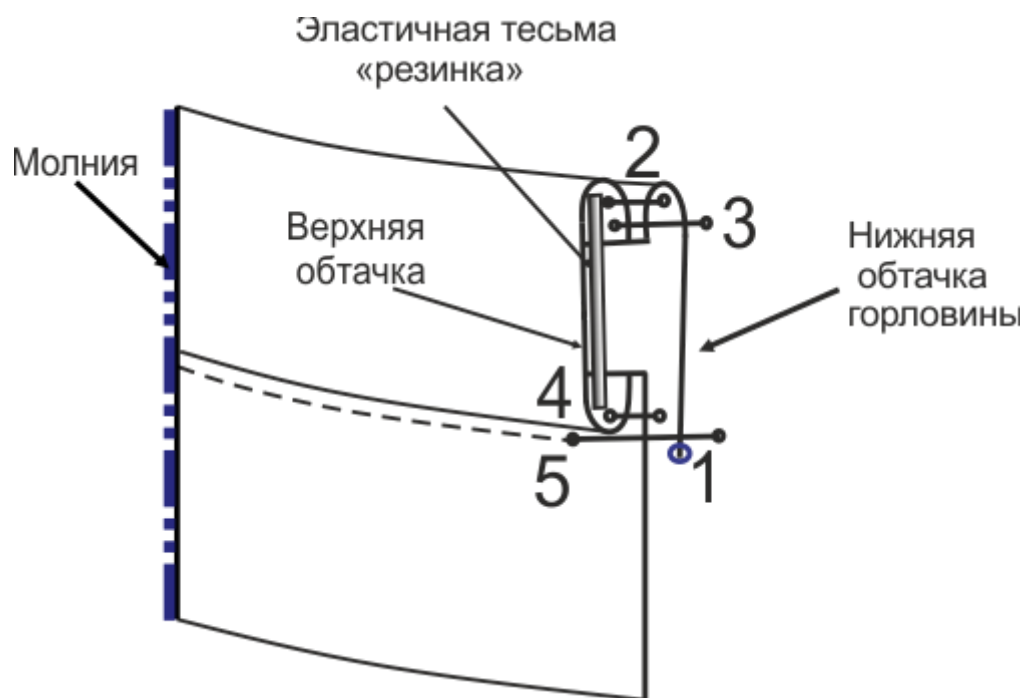

Рис. 1. Обработка среза горловины
11. Обработайте срез горловины обтачкой. Обметайте нижний срез нижней обтачки горловины. Обтачайте верхний срез верхней обтачки горловины нижней по верхнему срезу (рис. 1, строчка 2). Настрочите припуски шва обтачивания на нижнюю обтачку (рис. 1, строчка 3). Заутюжьте нижнюю обтачку горловины на изнаночную сторону, формируя кант из верхней обтачки. Приметайте, а затем притачайте верхнюю обтачку горловины к топу по срезу горловины, складывая детали лицо с лицом и уравнивая срезы (рис. 1, строчка 4). Боковой срез обтачки горловины должен совпасть со средним срезом спинки.
Втачайте тесьму-молнию в средний шов спинки от контрольного знака до верхнего обтачного шва обтачки горловины, вкладывая молнию между деталями верхней и нижней обтачки. Закрепите эластичную тесьму-резинку по боковым швам обтачки горловины. Наметайте, а затем настройте нижнюю обтачку горловины по шву притачивания верхней (рис. 1, строчка 5). Приутюжьте горловину и средний шов спинки в готовом виде.